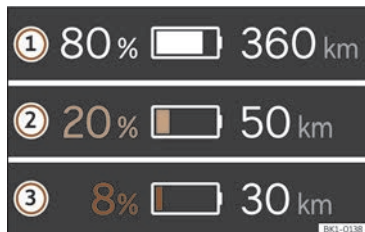

Fig. 20 Al quadre d'instruments digital: autonomia i indicació de la reserva.
L'estat de càrrega actual de la bateria d'alt voltatge s'indica amb el símbol  al quadre d'instruments digital >>> **fig. 20 ①**. El símbol de la bateria estarà més o menys ple en funció de l'estat de càrrega d'aquesta.
L'autonomia del vehicle es mostra en quilòmetres (km) o milles (mi) en funció de l'ajust seleccionat >>> **fig. 20 ②**.
Zona de la reserva >>> **fig. 20**